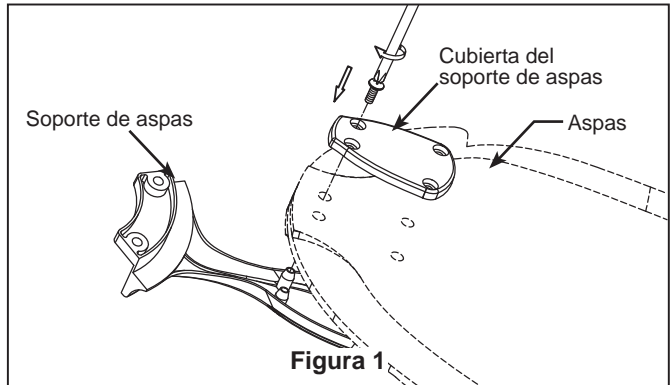

Figura 1
Levante el ventilador del enganche del soporte colgante e instale su ventilador deslizando la cubierta del techo con dos tornillos aflojados en las ranuras en forma de "L" de la cubierta. Asegúrese de que todo el cableado se introduce adecuadamente en la cubierta del techo y que no se presiona ningún cable. Una vez que la cubierta está colocada y alineada con el techo, gire en el sentido de las agujas del reloj para asentar los tornillos en la parte correcta de la ranura. A continuación fije adecuadamente los tornillos. (Figura 1)
1. Apoye el lado liso del soporte de aspas sobre una superficie plana, con la parte interior del soporte mirando hacia arriba. Este es el lado que tiene los pilotes roscados y la base inclinada. Coloque las aspas sobre sus soportes con los postes roscados que se muestran. Asegúrese de que el borde inferior del asa esté completamente asentado sobre el brazo del asa. Coloque la cubierta del soporte de aspas sobre el asa, y alinee los orificios sobre los pilotes roscados. Con un destornillador Phillips, enrosque ambos tornillos en los pilotes pero no los ajuste por completo. Antes de ajustarlos por completo, alinee la línea central del soporte de aspas con el centro del extremo del asa. Ajuste ambos tornillos para asegurar el asa. (Figura 1)